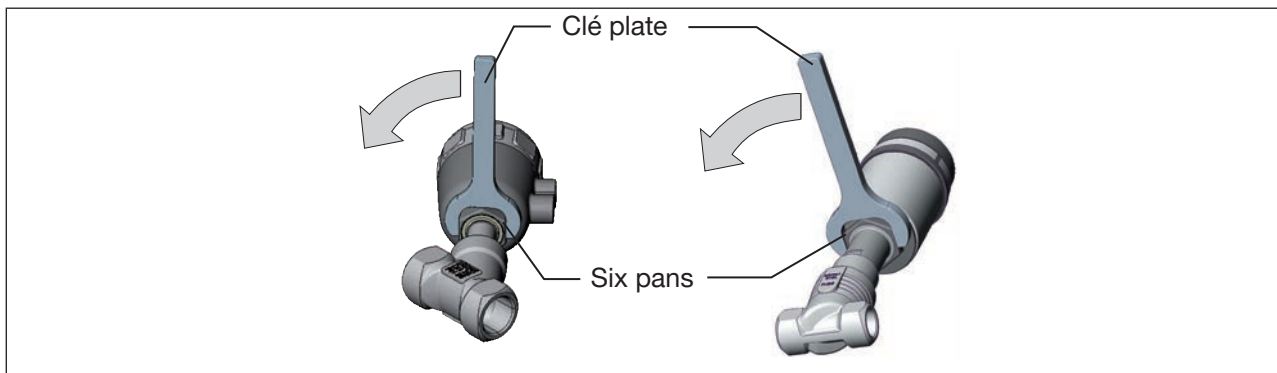

Figure 30 : Tourner avec une clé spéciale / clé plate
► Tournez le module actionneur uniquement dans le sens prescrit (voir « Figure 30 »).